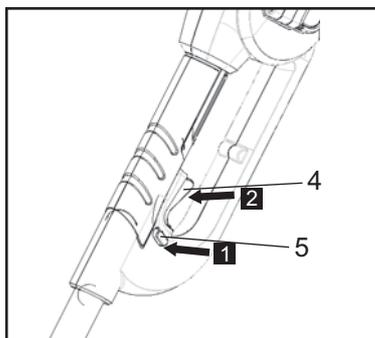

Fig. 29
- > Appuyez sur le bouton de déverrouillage [5] (soit du côté gauche ou du côté droit) et maintenez-le enfoncé en position. (Fig. 29, étape 1)
- > Appuyez sur l'interrupteur marche/arrêt [4] pour mettre en route la machine. (Fig. 29, étape 2) Le bouton de verrouillage [5] peut alors être libéré.